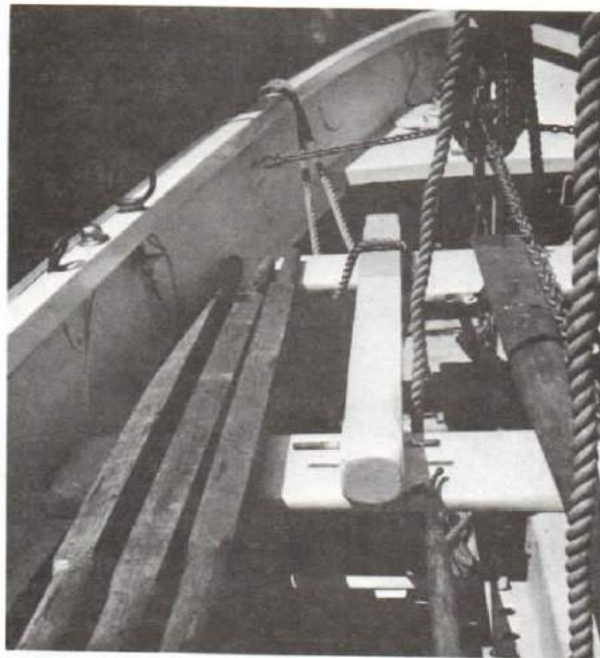

Figure 12-19
5. If the ship is stopped, the boat rope may be manned from the forecandle to pull the boat clear of the side. Naturally, the boat rope must be secured in the boat so that it can be slipped easily. A soft eye is spliced in the outboard end and it is secured in the boat as in Figure 12-19.
5. Si le navire est stoppé, le faux-bras peut être halé du gaillard avant pour permettre à l'embarcation de s'écarter du navire. Bien entendu, le faux-bras doit être amarré à l'embarcation de manière qu'on puisse le larguer facilement. Un œil est épissé sur l'extrémité extérieure que l'on fixe à l'embarcation comme le montre la figure 12-19.